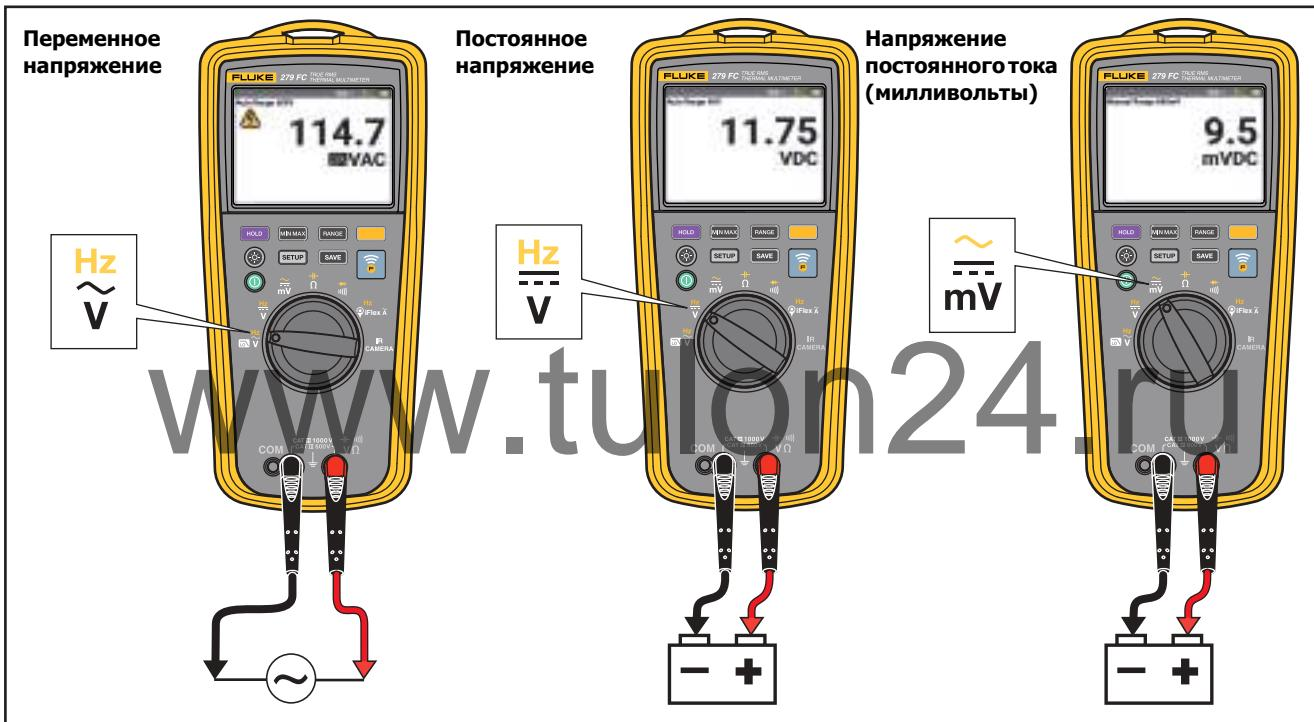

Рисунок 4. Измерения напряжения переменного и постоянного тока
- Измерения напряжения постоянного и переменного тока. См. Рисунок 4.
- Установите поворотный регулятор в положение  $\frac{\approx}{\text{mV}}$ . См. Рисунок 4.